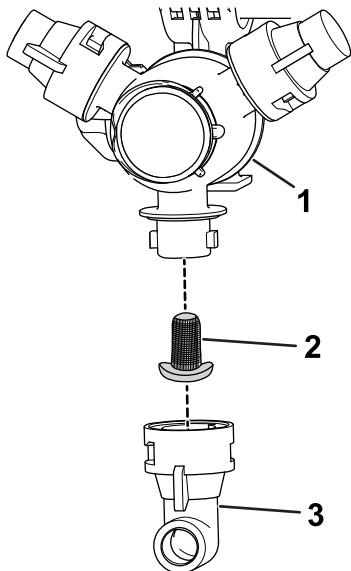

Рисунок 49
2. Снимите сопло с поворотной распылительной головки (Рисунок 49).
3. Снимите фильтр сопла (Рисунок 49).
5. Установите фильтр сопла (Рисунок 49).
Примечание: Убедитесь, что фильтр вставлен до упора.- 6. Установите сопло на поворотную распылительную головку (Рисунок 49).